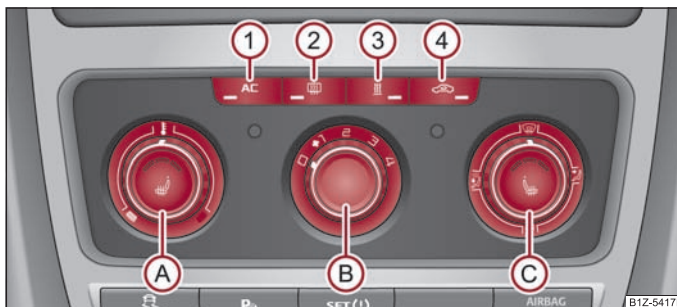

Fig. 107 Instalația de climatizare: Elementele de comandă
Instalația de răcire funcționează numai când tasta  $\Rightarrow$ pagina 92, fig. 107  este apăsată și se îndeplinesc următoarele condiții:
- Rotiți regulatorul rotativ  $\Rightarrow$ fig. 107 spre dreapta pentru a mări temperatura.
- Apăsați tasta   → fig. 107. Lampa de control din tastă se va aprinde.
- Elementele de comandă Ⓐ, Ⓑ, Ⓒ și tasta ① și ④ ⇒ pagina 92, fig. 107.
- Apăsați tasta  ④ ⇒ pagina 92, fig. 107, lampa de control din tastă se aprinde.
Când regulatorul  se află în poziția  ⇒ pagina 92, fig. 107, recircularea aerului este oprită automat. Prin apăsarea repetată a tastei  puteți porni recircularea aerului și în această poziție.